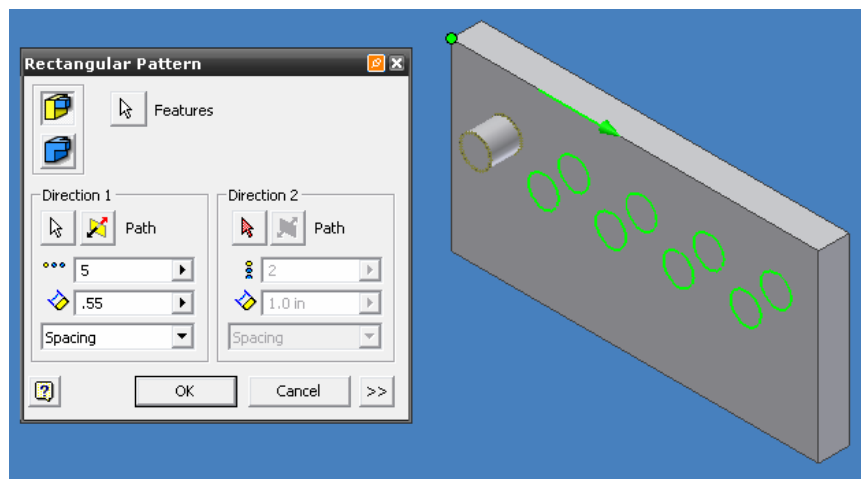

Figura 3.78 Ventana grafica del comando RECTANGULAR PATTERN, COLUMN.
- Como opción predeterminada encontraremos PATTERN INDIVIDUAL FEATURES (selección de patrones individuales). Seleccione su boceto creado y un eje, figura 3.78.